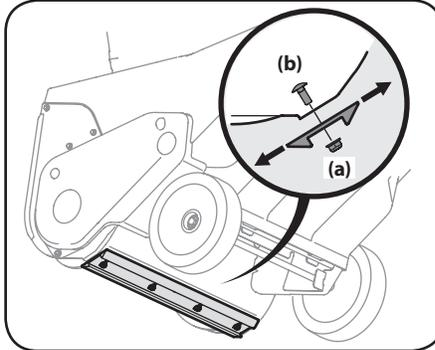

Figure 4-2
- Desserrez les quatre écrous autobloquants à bride (a) et les boulons de carrosserie (b) qui retiennent la lame de raclage au boîtier. Voir Figure 4-2. Placez la lame de raclage à la position désirée, puis replacez les écrous autobloquants à bride (a) et les boulons de carrosserie (b). Serrez-les bien.
- Retirez les quatre boulons de carrosserie (b) et les quatre écrous à bride (a) qui fixent la lame au boîtier de la souffleuse à neige. Voir Figure 4-2.